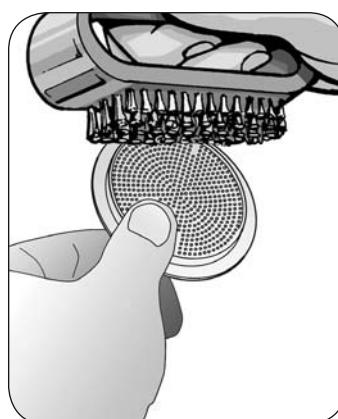

Fig. 6
Verificare che i forellini del filtro a disco non si otturino e nel caso ripulirli con uno spazzolino (Fig. 6).
| | Il filtro a disco (D) ha i forellini di uscita ostruiti. | Spegnere la macchina. Staccare la spina dalla presa di corrente. Utilizzare guanti o strofinacci. Attendere che la macchina si sia raffreddata. Svitare la caldaia dalla caraffa. Rimuovere il filtro dalla caraffa. Ripulire con uno spazzolino o uno spillo i forellini otturati del filtro a disco (Fig. 6). |
| L'erogazione del caffè non avviene o avviene troppo lentamente. | Il filtro a disco (D) ha i forellini di uscita ostruiti. | Spegnere la macchina. Staccare la spina dalla presa di corrente. Utilizzare guanti o strofinacci. Attendere che la macchina si sia raffreddata. Svitare la caldaia dalla caraffa. Rimuovere il filtro dalla caraffa. Ripulire con uno spazzolino o uno spillo i forellini otturati del filtro a disco (Fig. 6). |